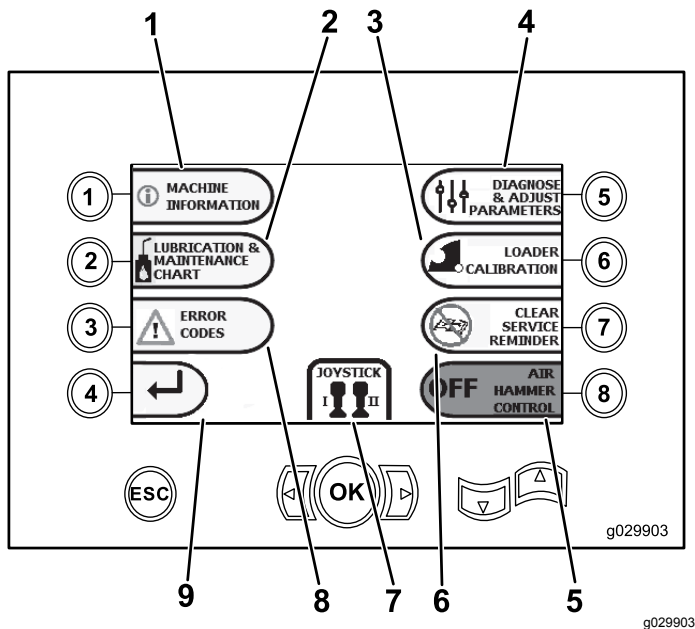

Figura 8
- Botón 5 – Diagnóstico y Ajuste de parámetros (Figura 8)
- Botón 6 – Ajustar la calibración del cargador (Figura 8)
- Botón 7 – Borrar un recordatorio de mantenimiento (Figura 8)
- Botón 8 – Control del martillo neumático (Figura 8)
- Botón OK – Volver a la Pantalla de selección de controles (página 5), según se muestra en Figura 8